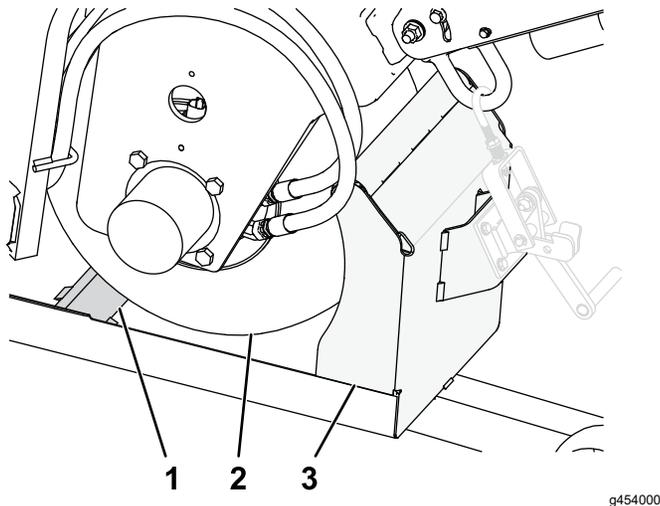

Figura 5
4. Ande no chão enquanto guia a máquina cuidadosamente para cima do atrelado até a roda dianteira passar por cima do calço integrado e encostar à proteção frontal do atrelado (Figura 5).